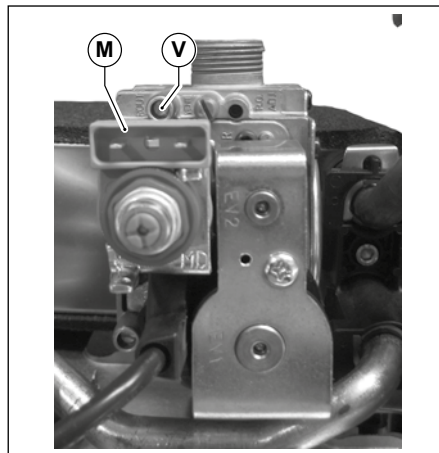

Рис. 25 Точка забору димових газів
- Підключити манометр до штуцера контролю тиску **V** (дивись Рис. 25 Точка забору димових газів).